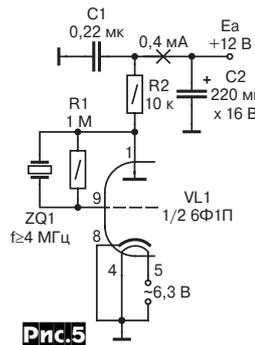

Рис.5
Как пример, рассмотрим ламповую реализацию неполной схемы кварцевого автогенератора Пирса. Такая схема (рис.5) является неполной в связи с тем, что при натурной ее реализации не устанавливаются два конденсатора: один между сеткой и «землей», а другой - между анодом и «землей». Вместе с тем, с электрической точки зрения такие конденсаторы на самом деле присутствуют - их роль выполняют межэлектродные емкости лампы Сск и Сак.
Из соотношения (2) вроде бы следует, что в схеме, представленной на рис.5, должны генерировать любые кварцы (кварцы на любую частоту). Однако, как показал натурный эксперимент, в этой схеме генерируют малогабаритные кварцы только на частоту 4 МГц и более. Поэтому, по-видимому, кроме баланса фаз следует также учитывать и условие баланса амплитуд.
Однако с практической точки зрения более существенным является вопрос постоянства величин Сск и Сак лампы. Конечно, стабильность генерируемых колебаний в полной схеме Пирса получалась несколько большей, чем в схеме неполной, тем не менее и неполная схема (рис.5) имела достаточно высокую стабильность, что с учетом малого количества деталей позволяет рекомендовать ее для использования на практике.